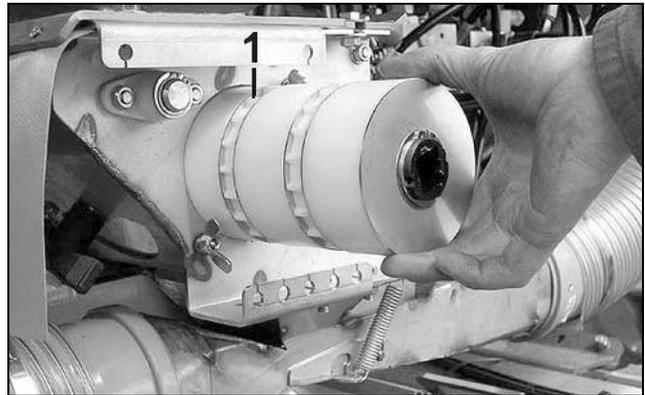

Fig. 20
- Tambour de dosage fines graines (Fig. 20/1) pour les semences fines.